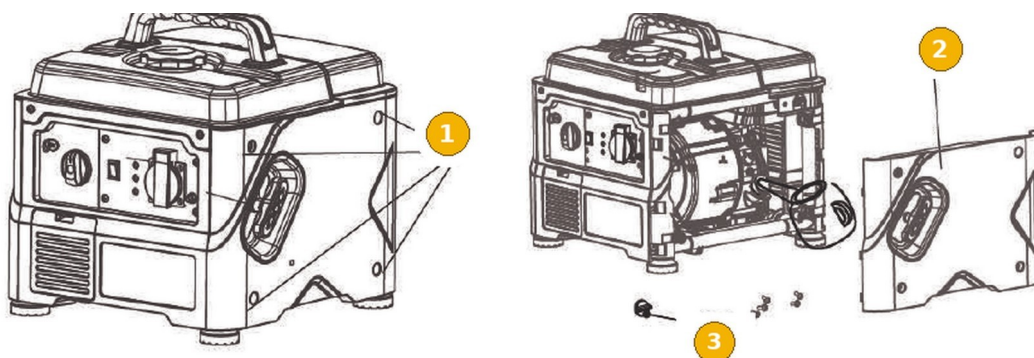

FIG. 5 — Vis (1), couvercle latéral (2) et bouchon de remplissage d'huile (3)
- 3) Retirez les vis et le couvercle latéral d'entretien (FIG. 5).